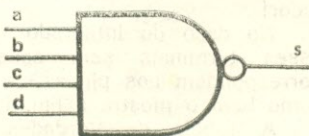

FIG. 2 — Símbolo de um dos dois operadores NE de quatro entradas, contidos no integrado 7420.
Como são quatro as entradas, temos dezesseis combinações possíveis, pois $2^4 = 16$. Contudo, a Tabela I pode ser resumida no seguinte: o nível lógico de saída do operador NE da Fig. 2 se apresentará baixo (L) quando, e só quando, todas as entradas estiverem simultaneamente em nível lógico alto (H); caso contrário, a saída se apresentará em "high", isto é, H.